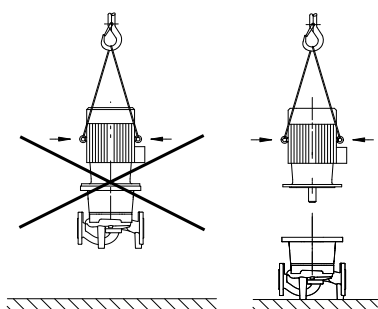

fig. 18: Imbragatura del motore
- **Utilizzare gli occhioni di sollevamento del motore solo per sostenere il carico del motore stesso, non quello dell'intera pompa (fig. 18).**